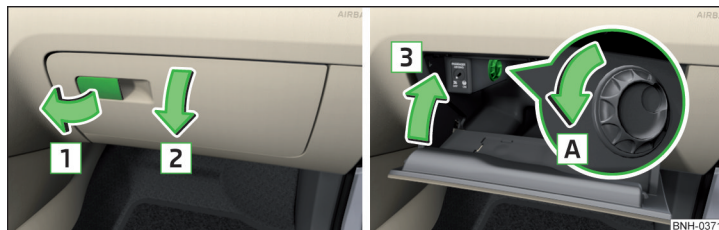

Abb. 76 Ablagefach öffnen / Ablagefach schließen und Luftzufuhr öffnen
- Den Griff in Pfeilrichtung **1** » Abb. 76 ziehen.
- Den Deckel in Pfeilrichtung **3** schwenken, bis dieser hörbar einrastet » Abb. 76.
- Durch das Drehen des Drehschalters in Pfeilrichtung **A** bis zum Anschlag wird die Luftzufuhr **geöffnet** » Abb. 76.